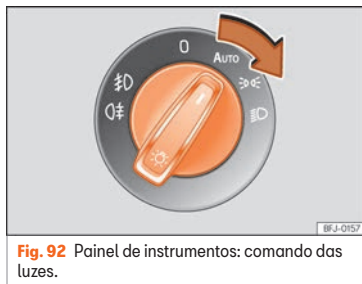

Fig. 92 Painel de instrumentos: comando das luzes.
• Rode o interruptor para a posição desejada »» **Fig. 92**.